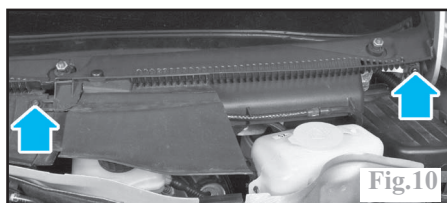

Fig.10
-le déflecteur d'eau (Fig.10).